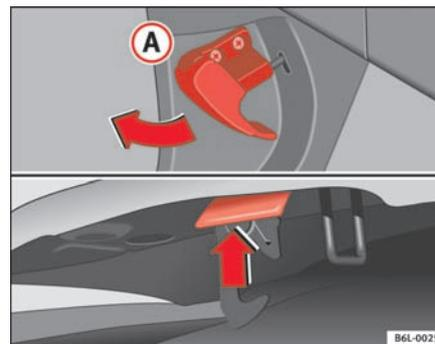

Fig. 125 Gancho apertura capó motor.
- Tire de la palanca que se encuentra bajo el tablero de instrumentos ⇒ fig. 125 en el sentido que indica la flecha. El capó queda desbloqueado por la acción resorte del muelle ⇒ ⚠.